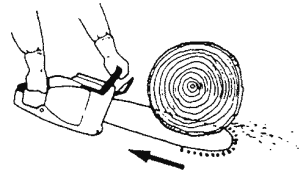

Fig. 20
- Cuando corte con la parte superior de la cadena, la fuerza reactiva empujará la sierra hacia usted tratando de alejarse de la madera que está cortando. (Fig. 20)